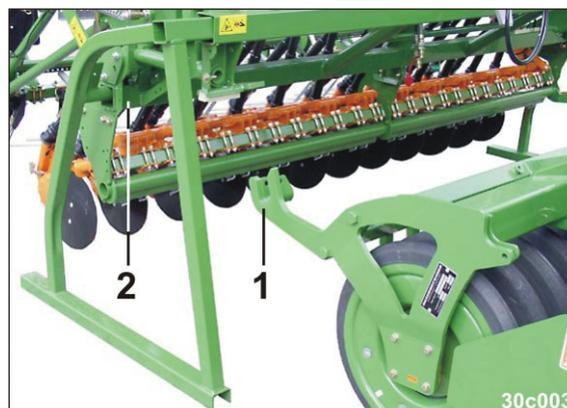

Fig. 109
3. Die Fangtaschen (Fig. 109/1) vorsichtig unter dem Quadratrohr (Fig. 109/2) der Aufbausämaschine durchführen.